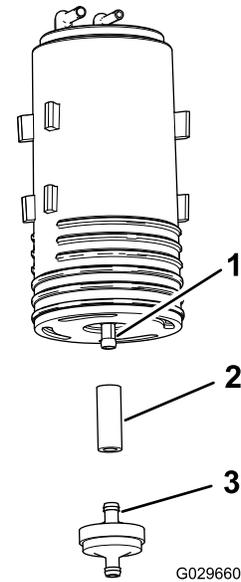

**Figura 47**
3. Sollevate il canister a carboni attivi dal relativo supporto nel serbatoio del carburante (Figura 47).
7. Inserite il nuovo canister a carboni attivi nel relativo supporto del serbatoio del carburante, con i raccordi di spurgo e del serbatoio del carburante allineati verso la parte posteriore (Figura 47).